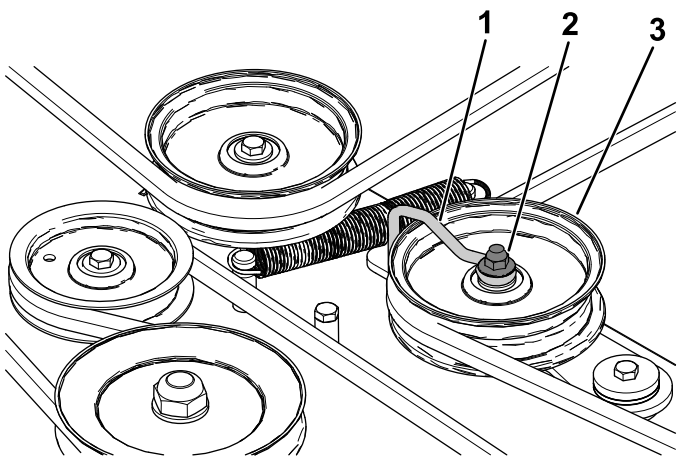

Figura 61
6. Desaperte a porca que fixa a forma de arame à polia intermédia (Figura 61).
10. Aperte a porca que fixa a forma de arame à polia intermédia (Figura 61).
Nota: Posicione a forma de arame contra o braço intermédio como se mostra na Figura 61.